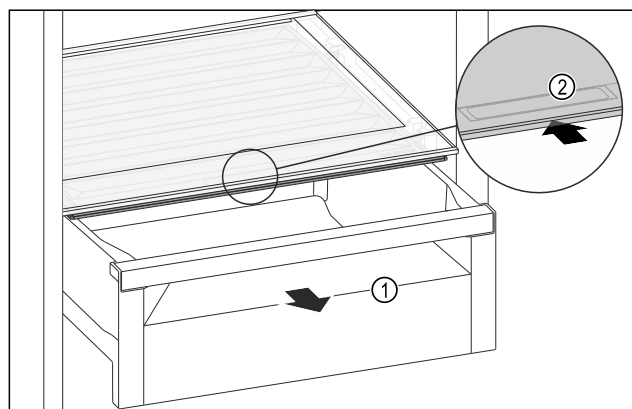

Fig. 97
- Schubfach Fig. 97 (1) herausziehen.
- Griffmulde Fig. 97 (2) am Fachdeckel anfassen und Fachdeckel gleichzeitig nach hinten schieben.